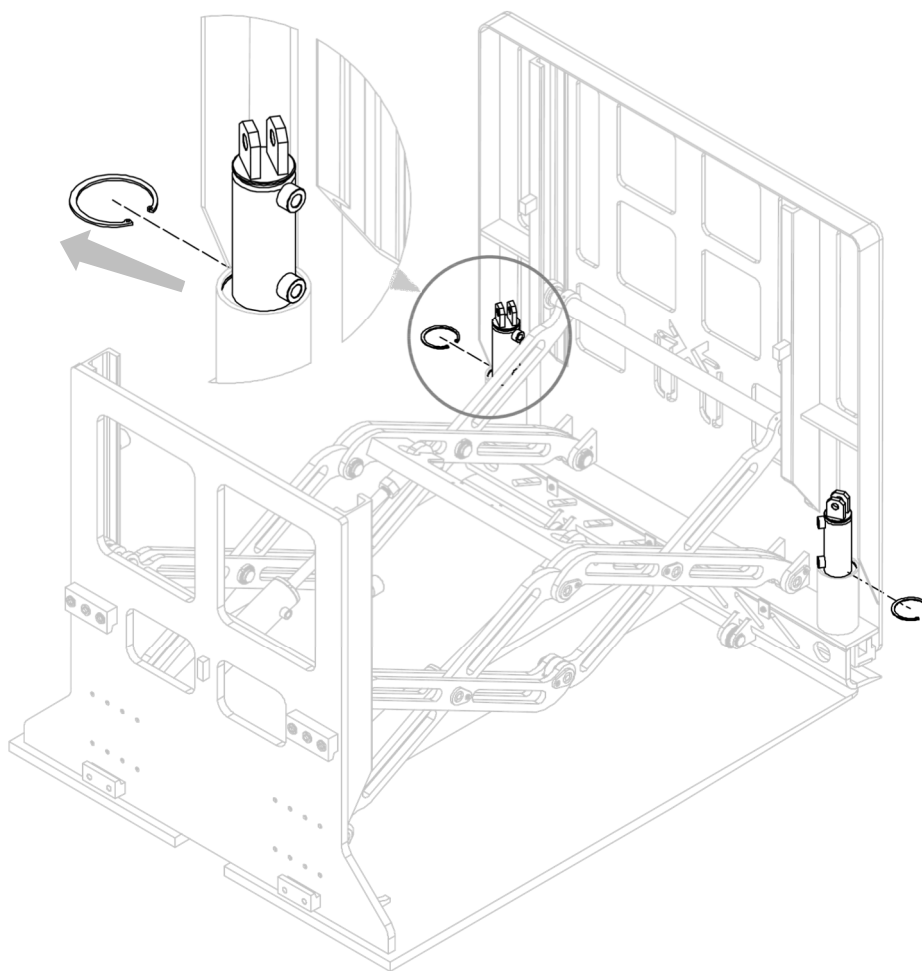

Figura 13
2. Extraer los anillos elásticos que bloquean los cilindros (ver *Figura 13*).